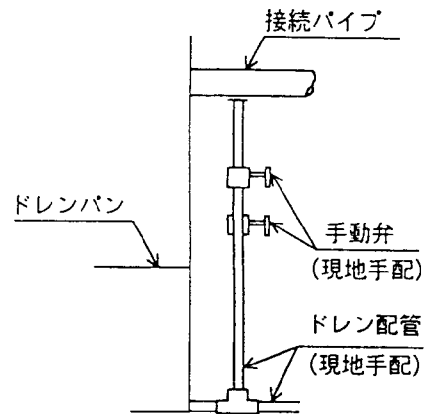

図 3
- (1). ヒータ本体の管内に水が入ったままで冷房運転を行いますと凍結バンクを起こすことがありますので、冷房時には必ず接続パイプに付属するフサギ栓を開いて管内の水を排出してください。
- (2). フサギ栓部に図3のように手動弁を取り付けますと、水抜き及び空気抜き作業が容易に行えます。
- (3). 品③注意名板は側板パネル(ヒータ接続パイプ付近)または見やすい位置に貼ってください。
- (4). 水抜きについてはお客さまに十分な説明を行ってください。